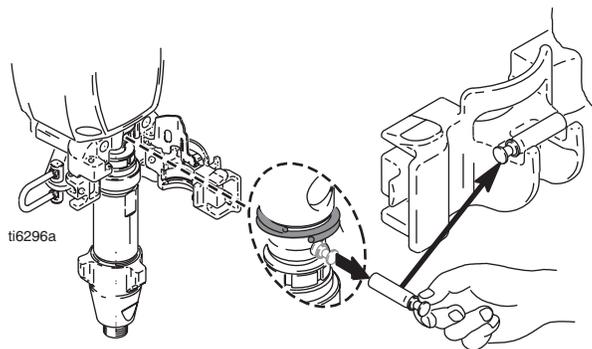

FIG. 23
2. FIG. 23. Arrestare la pompa con lo stantuffo nella posizione più bassa.
- 10. FIG. 23. Estrarre il perno della pompa e inserirlo nel relativo supporto.